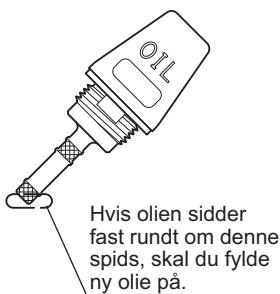
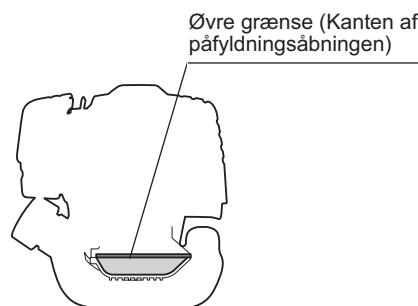

Fig. 1
Fig. 2
- Med motoren holdt vandret, fjern oliemålerpinden og kontroller at olien er fyldt op til mellem de øvre og nedre grænsemærker. Når der mangler olie på maskinen, sådan at oliemålerpinden kun rører ved olie med spidsen, især med oliemålerpinden indsæt i krumtaphuset uden iskruning (Fig. 1), påfyldes ny olie til op i nærheden af åbningen (Fig. 2).
(1) Hold motoren vandret og fjern oliemålerpinden.
(2) Fyld olie op til kanten af oliepåfyldningsåbningen. (Se Fig. 2).